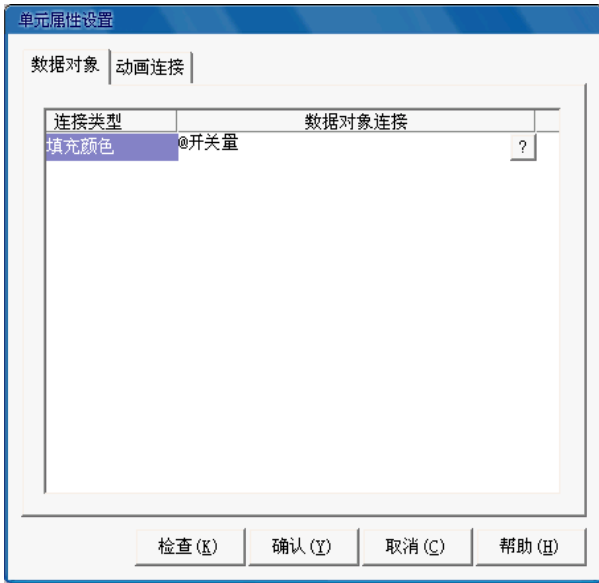
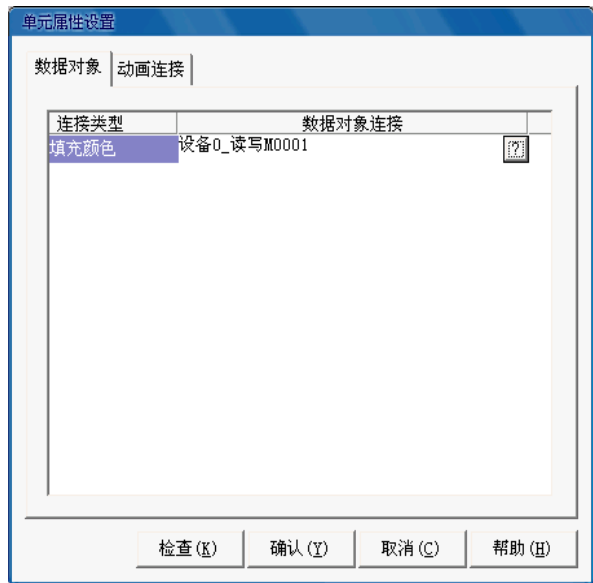

图 11 “单元属性设置”对话框
图 12 指示灯链接结果
(2) 指示灯链接：双击按钮旁边的指示灯构件，弹出“单元属性设置”对话框，在如图 11 所示的数据对象页，点击“问号”选择数据对象“设备 0_读写 M1”，确认后如图 12 所示。
修改指示灯数据链接。打开点动窗口，然后双击指示灯，弹出“单元属性设置”对话框，在如图 11 所示的数据对象页，点击“问号”，在变量选择中，选择根据采集信息生成，将原来的链接“设备 0_读写 M1”修改为“设备 0_读写 Y0”，如图 17 所示。点击确认完成。